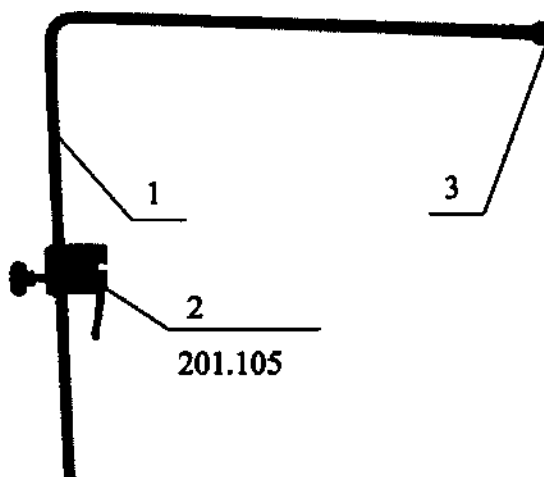

Рисунок 1. Экран наркозный.
1. Экран наркозный (экран для анестезии) (Рисунок 1) . Изготовлен из нержавеющей стали, регулируется по высоте. Для крепления на направляющих рейках стола укомплектован зажимом 201.105.